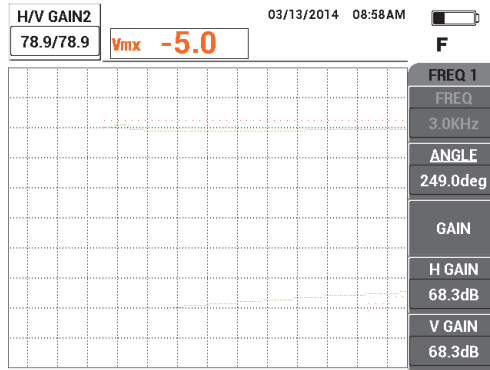

図 5-104 周波数 2 のゲインの調整
9. ゲインキー (**dB**) をさらに 3 回押し、位置 2 の周波数 2 の信号が画面の高さの 20% に達するまで周波数 2 のゲインを上げます (203 ページの図 5-104 を参照)。